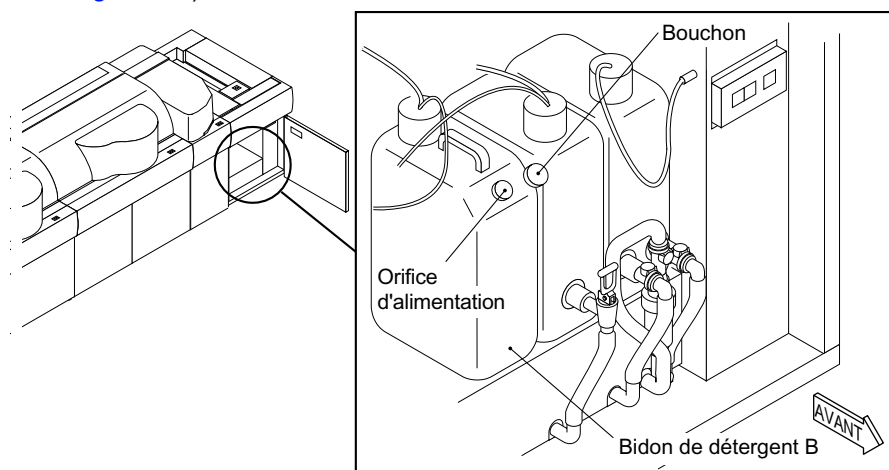

Figure 5-3 : Contrôle de la solution de lavage
- 1 Ouvrez la porte de droite située à l'avant du système (voir Figure 5-3).
concentrée (Figure 5-3), remplacez-le dans sa position initiale. Veillez à redresser la tubulure et insérez-la au bas du réservoir de sorte que l'air ne soit pas aspiré. Si la tubulure n'est pas correctement redressée, les cuvettes et les agitateurs ne seront pas nettoyés correctement, ce qui peut entraîner des résultats incorrects.